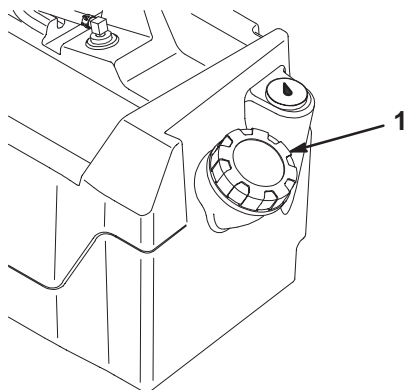

Bild 12
2. Reinigen Sie den Bereich um den Kraftstofftankdeckel (Bild 12).